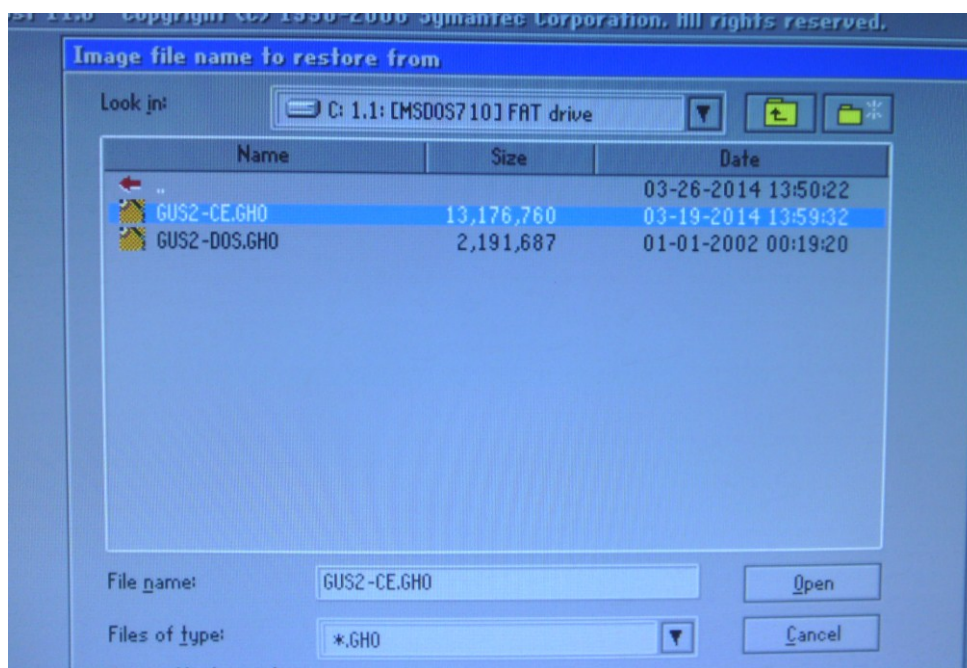

图 2-8 选择“*.gho”文件界面
6) 依次选择“Local”->“Disk”->“Form Image”按回车，再选择“*.gho”文件（如图 2-8 所示）。